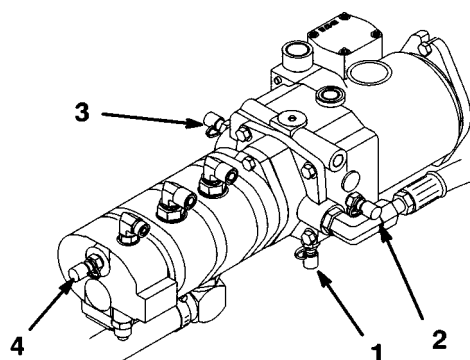

図 61
4. テストポートD (図61) は、トランスミッションの下にあり、トランスミッションのチャージ圧の測定用です。
5. テストポートE (図61) は、前進走行油圧の測定用です。
6. テストポートF (図61) は、後退走行油圧の測定用です。
7. テストポートG (図61) は、パワステ油圧の測定用です。